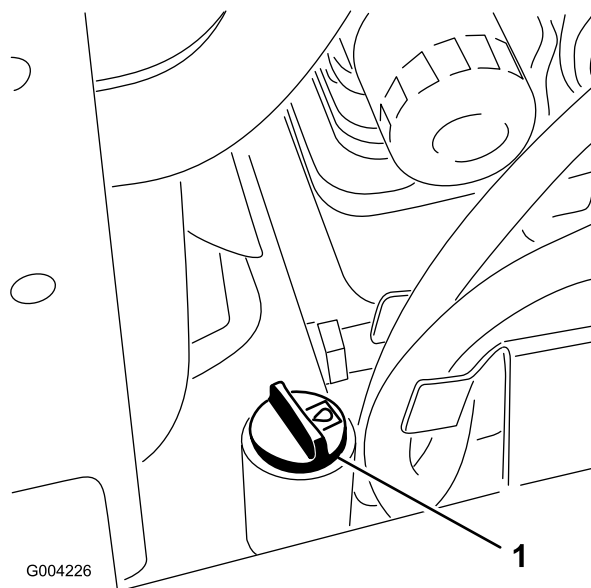

Bild 17
5. Reinigen Sie den Bereich um den Einfüllstutzen des Hydraulikölbehälters (Bild 17).